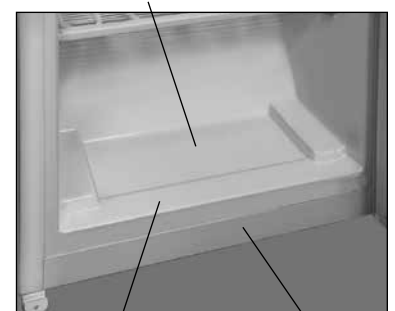

Figura 20
5.4.1 La dezghețarea CC, apa topită trebuie îndepărtată din zona de colectare în conformitate cu figura 20, cu un material ce absoarbe bine, pe măsură ce stratul de zăpadă se dezgheță, apoi spălați compartimentul și ștergeți-l uscat.
Atenție! Nu lăsați apa topită să curgă din CC în timpul dezghețării și curățării. Apa care a apărut în partea de jos a unității de depozitare frigorifică sau a intrat în locul de contact al barei transversale cu dulapul intern de depozitare frigorifică, banda frontală către dulapul intern al CC în conformitate cu figura 20, poate provoca coroziunea exteriorului camerei frigiderului și elementelor unității frigorifice, rupe izolația termică, duce la formarea de fisuri în interiorul și defectarea camerei frigiderului.